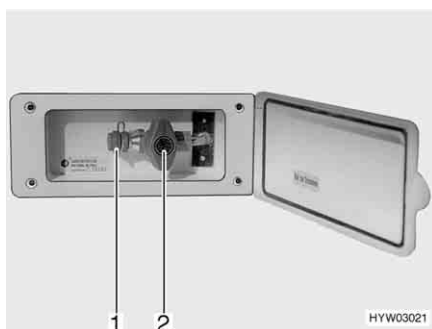

Fig. 103 Presa gas esterna, rubinetto di arresto del gas chiuso
La presa gas esterna (Fig. 103) si trova sul lato destro del veicolo.
- Collegare l'apparecchio a gas esterno all'attacco (Fig. 103,1).
- Aprire il rubinetto di arresto del gas (Fig. 103,2).